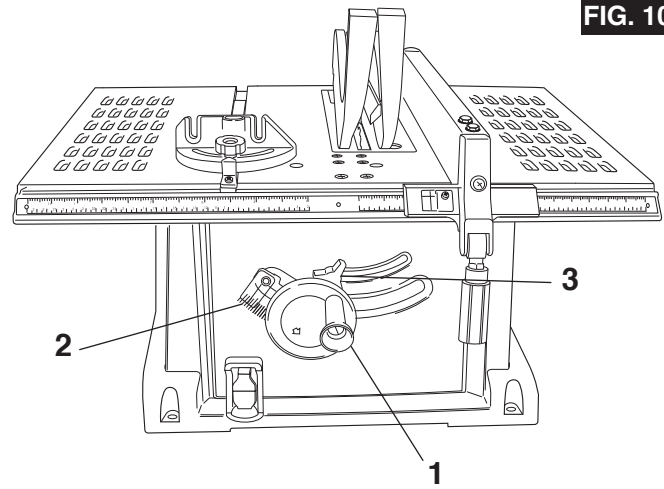

FIG. 11
4. Place a combination square base **4** against the left side of the right miter gauge groove **5** (Fig. 11).
4. Placez une équerre combinée **4** contre le côté gauche de la rainure **5** du guide de coupe angulaire de droite (Fig. 11).
4. Coloque la base de una escuadra de combinación **4** contra el lado izquierdo de la ranura derecha del calibre de ingletes **5** (Fig. 11).